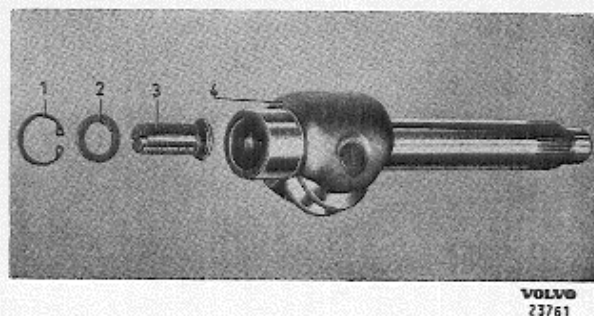

Abb. 37 Lenkrollenwelle
5. Einstellschraube, Scheibe und Sicherungsring in der Lenkrollenwelle anbringen, siehe Abb. 37. Das Axialspiel der Einstellschraube soll möglichst klein sein und nicht 0,05 mm überschreiten. Das Spiel kann durch Auswechseln der Scheibe (2) gegen eine dickere verringert werden. Die Einstellschraube soll jedoch nach dem Einbau leicht zu drehen sein.